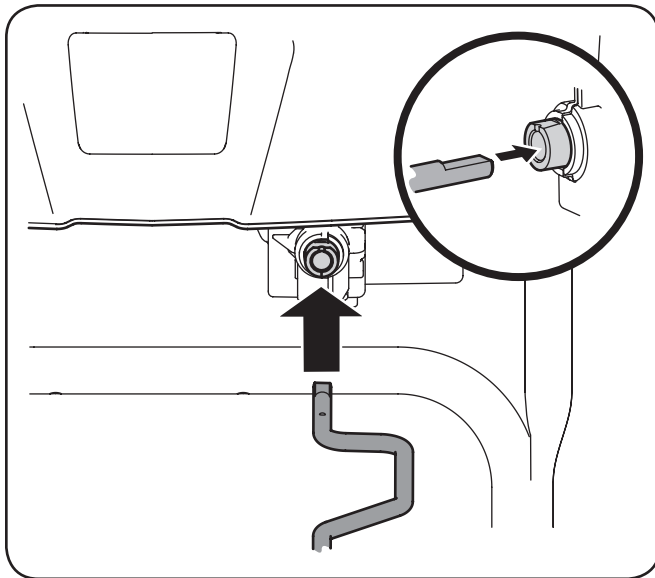

Figura 3-7
5. Insertar el otro extremo de la varilla de control del canal en el acoplador por debajo del panel de asa. Asegúrese de alinear la parte plana de la varilla y el extremo plano del acoplador. Puede que tenga que girar la barra en torno a estas líneas hasta dos superficies. Consulte la Figura 3-7 inserción.